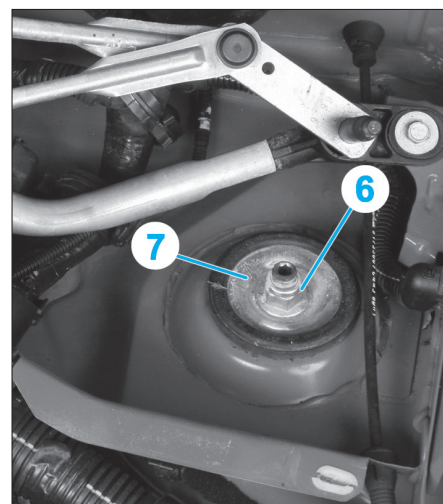

Fig. 3
- Déposer (Fig.3) :
- l'écrou de fixation supérieure (6) de l'élément de suspension,
- la coupelle (7).